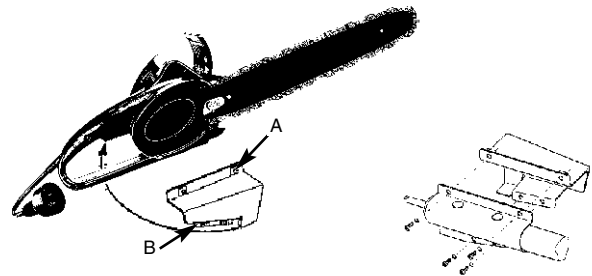

Fig.7
2. Deslice el soporte del maneral (A) sobre el maneral de la motosierra desde la parte derecha ( Ver Fig.7)